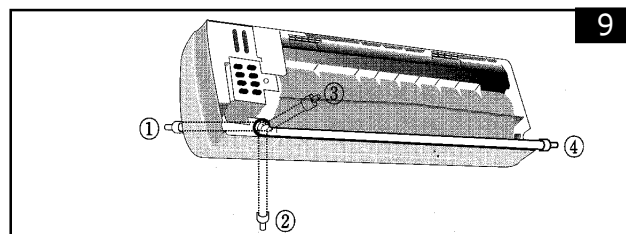

FIGURA 9 - TUBULAÇÕES
- * A tubulação pode ser conectada numa das quatro direções indicadas por 1, 2, 3 e 4 na figura 9.